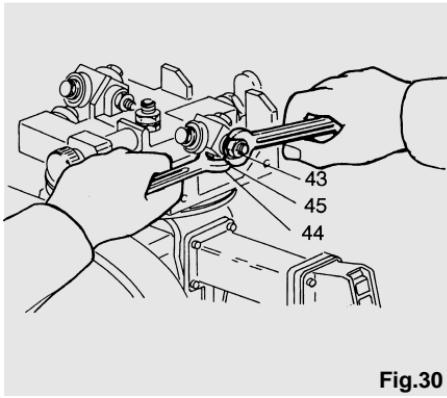

Fig.30
Il gioco del carrello nello scorrimento sulle guide viene tolto in sede di collaudo. Qualora per motivi di trasporto o per effetto dell'uso insorgessero dei giochi, procedere alla eliminazione degli stessi nel seguente modo (vedi fig. 30): allentare il dado (43) con la chiave in dotazione e procedere alla registrazione agendo sulla vite (44) dopo aver allentato il controdado (45).